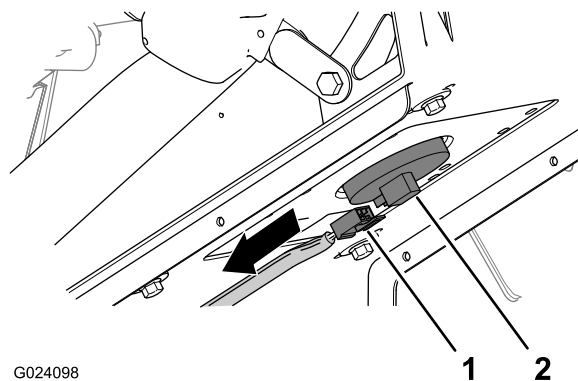

図 5
1. 座席スイッチのコネクタに接続されている機体本体用ハーネスから、2ソケットコネクタを外す 図 5。